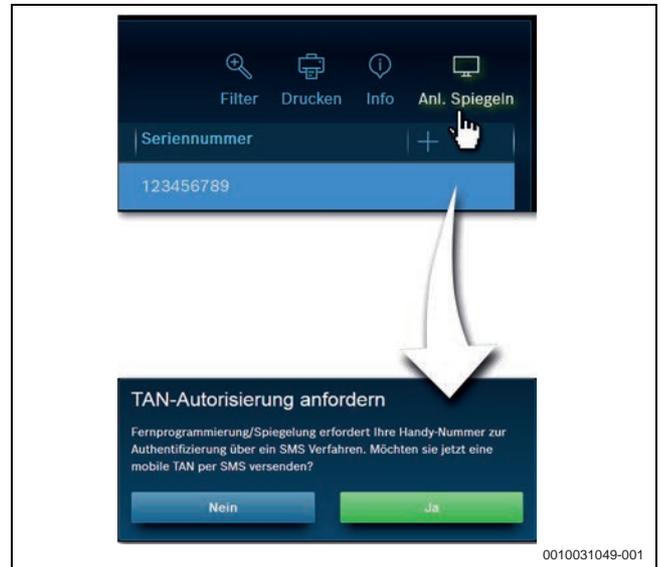

Bild 95 Control Center Commercial: Ansichtsfunktionen „Info“ (links) und „Anlage spiegeln“ (rechts)
- Übersicht aller Anlagen des Betreibers. Die Anlagenübersicht listet alle registrierten Anlagen. Nach Auswahl einer Anlage durch Mausclick wird diese Zeile blau markiert angezeigt und die Ansichtsfunktionen „Info“ und „Anlage spiegeln“ (→ Bild 95) werden aktiviert. Funktionen und Ansichten können abhängig vom gewählten Produkt und Lizenzpaket variieren.